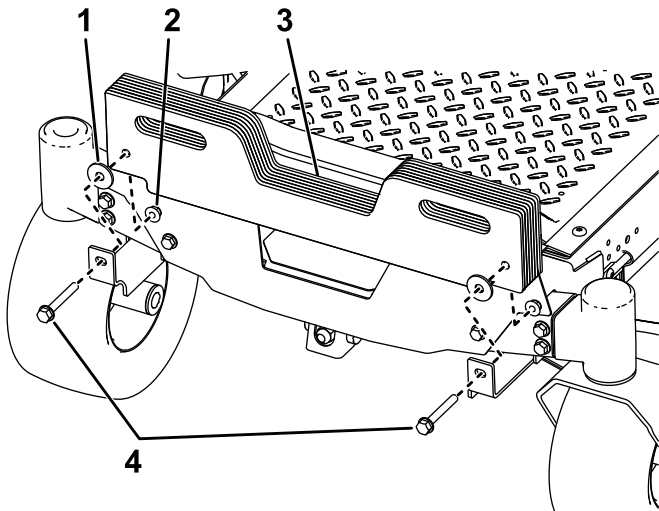

Figura 5
2. Montați greutatea cu mâner la suportii de montare greutate folosind 2 uruburi ($\frac{5}{8} \times 2\frac{3}{4}''$), 2 aibe și 2 contrapiulițe ($\frac{3}{8}''$) așa cum se arată în Figura 5.